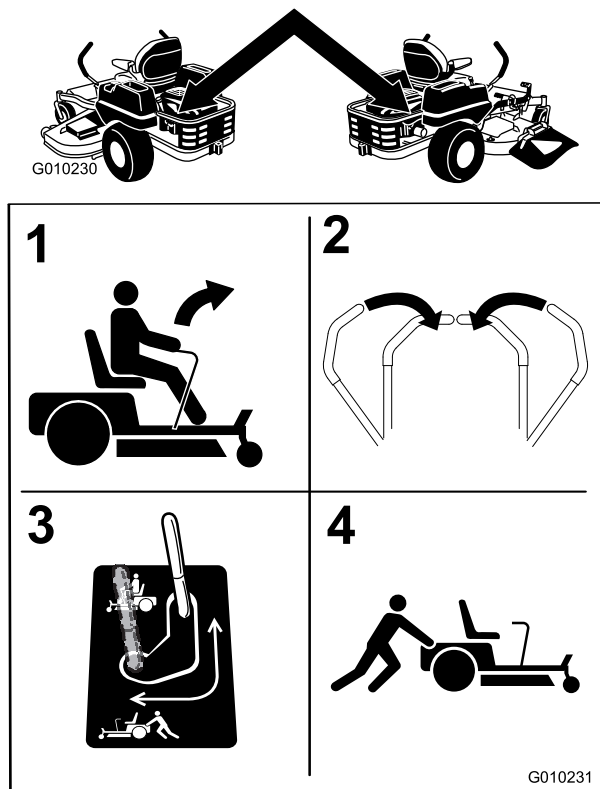

Figure 31
4. Déplacez les leviers de dérivation en arrière, puis abaissez-les pour les bloquer en place comme illustré à la Figure 31 et désengager les moteurs de roues. Répétez cette procédure de chaque côté de la machine.
Placez la dérivation à la position voulue pour pousser la machine (Figure 31) et engager les moteurs des roues.